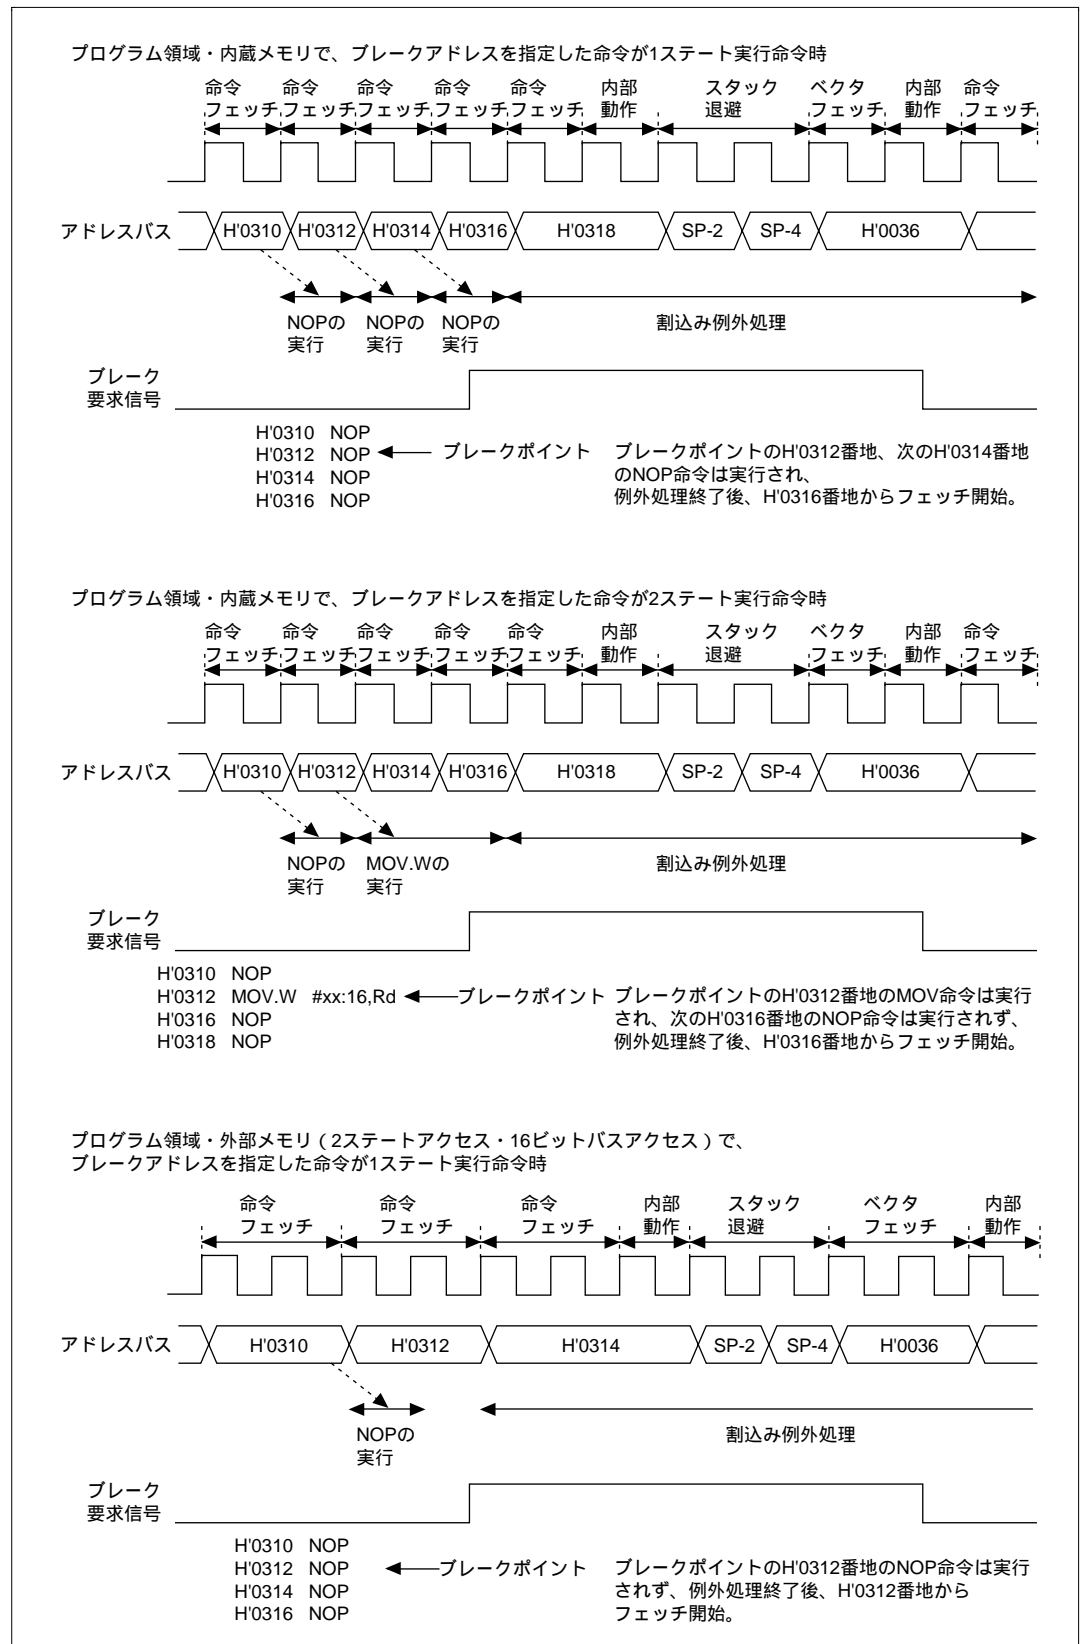

図 5.6 アドレスブレークタイミング例
- (1) アドレスブレイクでは、ブレイクアドレスを命令の第 1 バイトが存在するアドレスにしてください。その他のアドレスでは、条件成立とみなされない場合があります。
- (2) ノーマルモードの場合は、アドレス A23 ~ A16 は比較されません。
- (3) BAR で設定したアドレスの直前の命令にブランチ命令 (Bcc、BSR)、ジャンプ命令 (JMP、JSR)、RTS 命令、RTE 命令を配置した場合、これらの命令の実行により当該アドレスに対するプリフェッチ信号が出力され、アドレスブレイクが要求される場合があります。これらの命令の直後のアドレスに対するブレイクアドレスの設定を行わない、あるいは割込み処理ルーチンで、本来の条件成立による割込み処理であったかの判定を行う、などの対策が必要です。
- (4) アドレスブレイク割込みは、内部プリフェッチ信号とアドレスの組み合わせにより発生しますので、設定したアドレスの命令および直前の命令の内容、実行サイクルにより、割込み例外処理の入るタイミングが異なります。図 5.6 にアドレスタイミング例を示します。